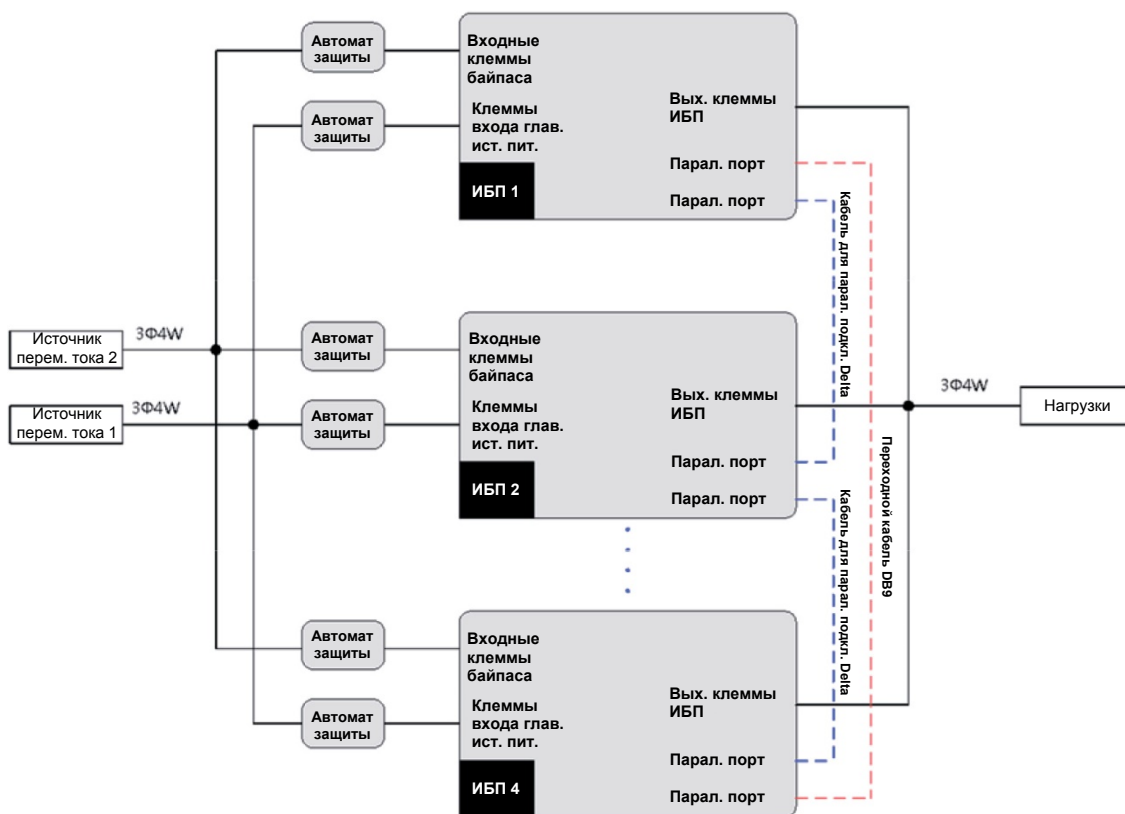

Рисунок 7-13. Схема параллельного подключения ИБП со входом от двух источников
2. Выполните параллельное соединение и подключение параллельных портов, используя поставляемые в комплекте кабели для параллельного подключения и **Рисунок 7-13**.